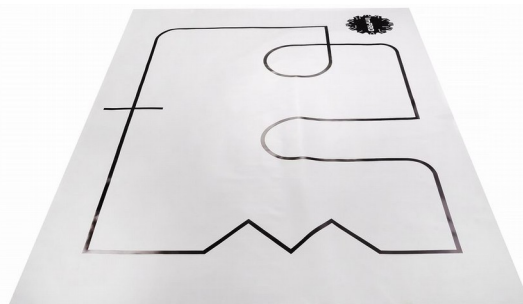

Рис.4.
7. Для трассы, представленной на рис.4 оптимальным законом управления для мобильного скоростного робота будет _____ регулятор